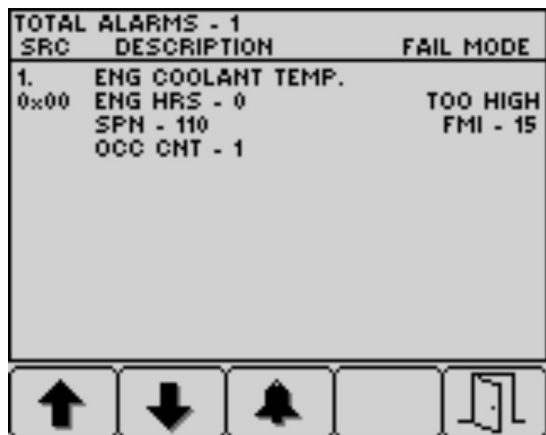

図 36
4. ボタン5を押すと不具合表示を出てホーム画面に戻る。図 36
5. ボタン5を押すと不具合表示を出てホーム画面に戻る 図 36 エンジン関係のアドバイス \(ページ 30\) を参照。